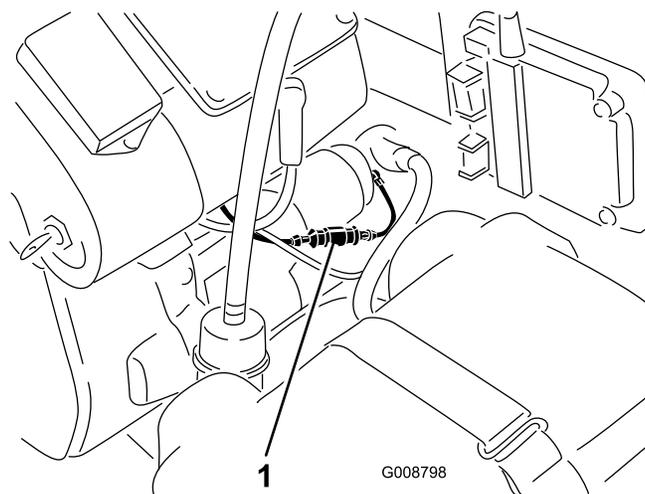

**Figure 40**
2. Si le compartiment est vide, utilisez trois piles AAA neuves. Prenez soin de placer les piles dans le sens indiqué à la Figure 40.
3. Si vous remplacez des piles à plat, retirez les anciennes piles et remplacez-les par trois piles AAA neuves. Prenez soin de placer les piles dans le sens indiqué à la Figure 40.